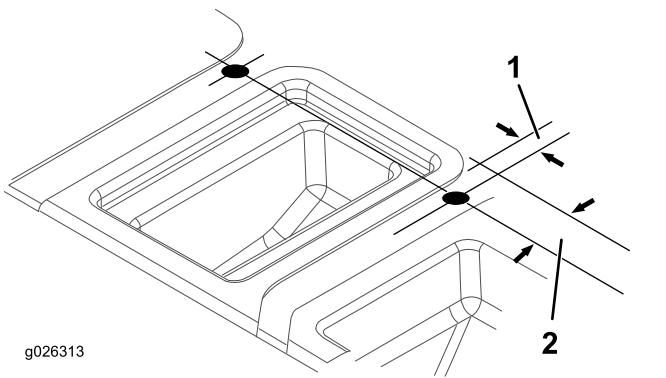

Bild 10
- Verwenden Sie die Werte in Bild 10 und markieren und bohren Sie zwei Löcher oben in die Sitzabdeckung.